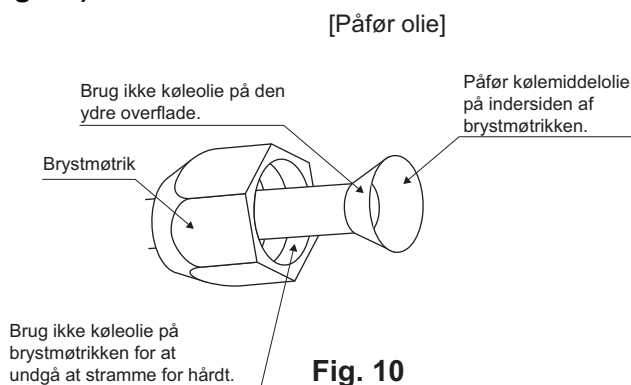

Fig. 10
- Ved tilspænding af brystmøtrikker skal man påføre æterholdig olie eller esterolie indvendigt på kraverne og dreje dem 3-4 gange, før man spænder dem. **(Se fig. 10)**